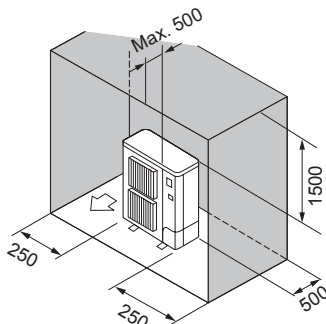

Fig. 2-11
- ⑥ Obstacole numai în spate, pe laterale și deasupra (Fig. 2-11)